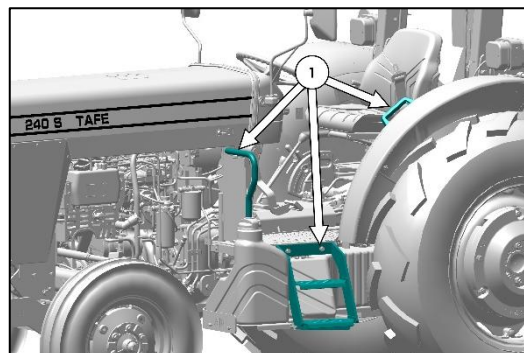
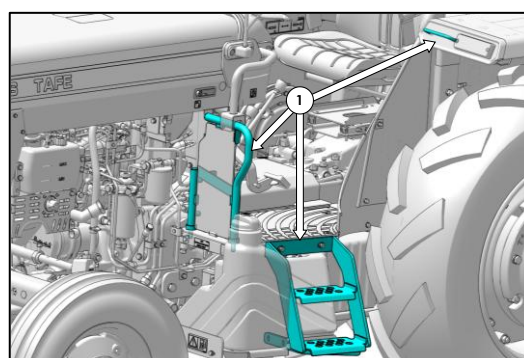

Fig. 41 : ACCÈS AU TRACTEUR TAFE 240S (GARDE-BOUE ROND) (LE CAS ÉCHÉANT)
Fig. 42 : ACCÈS AU TRACTEUR TAFE 240S (GARDE-BOUE PLAT) (LE CAS ÉCHÉANT)
- Pour monter et descendre du tracteur, utilisez toujours trois points de contact (élément 1 dans la Fig. 41 et dans la Fig. 42).